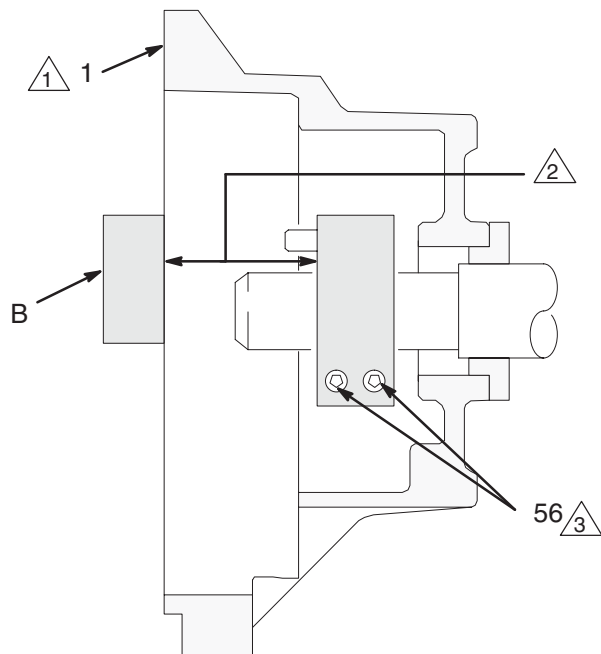

Fig. 24
3. Monter **la bride de fixation (55)** sur l'arbre moteur (A). Respecter la cote de $35,8 \pm 0,25$ mm indiquée à la figure 24.